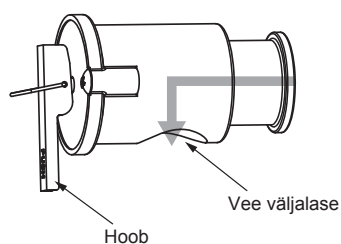

Fig. 4-2
4.4. Regulaarset kontrolli nõudvad osad (Fig. 4-2)